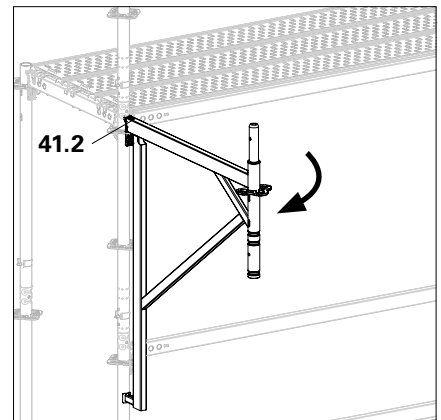

Abb. A6.03a
2. Keil (**41.2**) hoch halten, Konsole nach außen schwenken. Die Halbschale (**41.1**) muss am Vertikalrohr anliegen. (Abb. A6.03a)